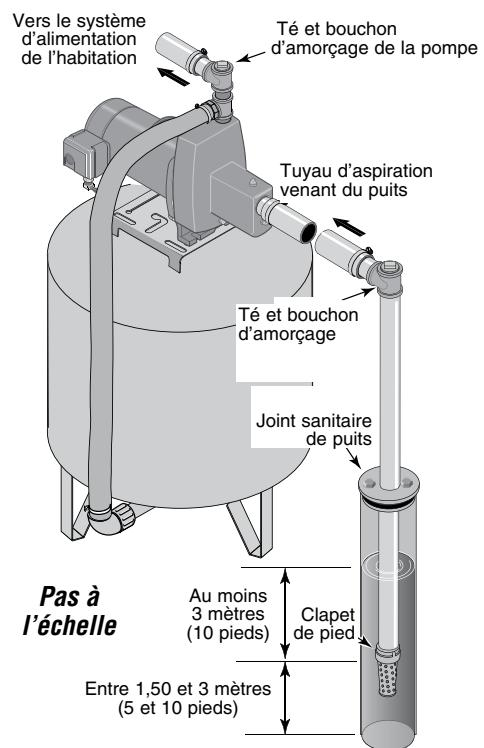

Figure 2: Branchement sur un puits tubé
BRANCHEMENT SUR UN PUITS TUBÉ DE 2 POUCES DE DIAMÈTRE OU PLUS (FIGURE 2)
2. Brancher ensemble le clapet de pied, la crêpine et le tuyau du puits (Se reporter à la Figure 2). S'assurer que le clapet de pied fonctionne librement.
4. Poser un té et un bouchon d'amorçage sur la pompe, puis brancher le tuyau d'aspiration sur la pompe. (Se reporter à la Figure 2). Brancher le tuyau du puits sur l'orifice d'aspiration de la pompe en utilisant le moins possible de raccords - en particulier de coudes - étant donné qu'ils augmentent le frottement de l'eau dans le tuyau. (Il faut toutefois inclure un clapet de pied. Se reporter à la Figure 2). Le diamètre du tuyau d'aspiration doit être au moins aussi grand que celui de l'orifice d'aspiration de la pompe. Utiliser du ruban d'étanchéité en PTFE pour filetage sur les raccords de tuyaux filetés. Supporter le tuyau de façon qu'il ne fléchisse pas et qu'il n'exerce pas de contrainte sur le corps de la pompe. De plus, il doit être légèrement incliné en montant vers la pompe (les points hauts risquent de causer des poches d'air, lesquelles peuvent causer des bouchons d'air dans la pompe). Rendre étanches les joints du tuyau d'aspiration avec du ruban d'étanchéité en PTFE pour filetage. Les raccords doivent être étanches à l'air et à l'eau. *Si le tuyau d'aspiration aspire de l'air, la pompe ne pompera pas l'eau du puits.*